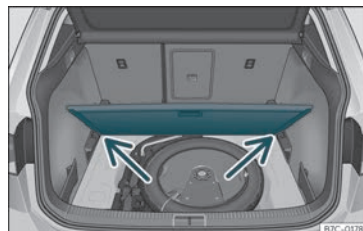

Fig. 115 Piso variable do maleteiro: posición inclinada.
- Apoie o piso sobre os aloxamentos previstos para tal uso»» fig. 115 (frechas).